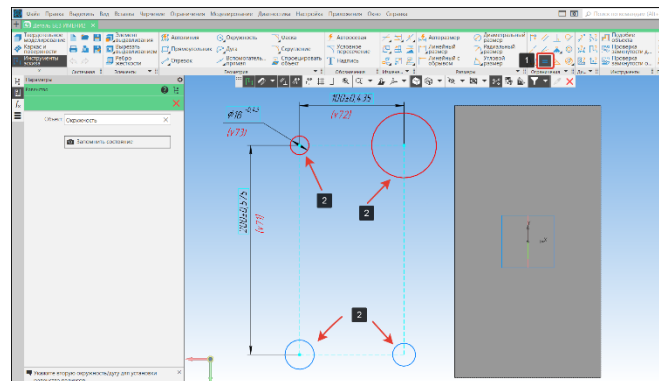

Рисунок 58 – Команда Равенство
- В панели ограничения выберем команду Равенство (1) (Рисунок 58);
- Указать первую и вторую окружности (2), для которых требуется установить равенство. Изображение перестроится, после чего радиусы окружностей станут равными. Команда задается парно. Для оставшихся диаметров повторим операцию (Рисунок 58);